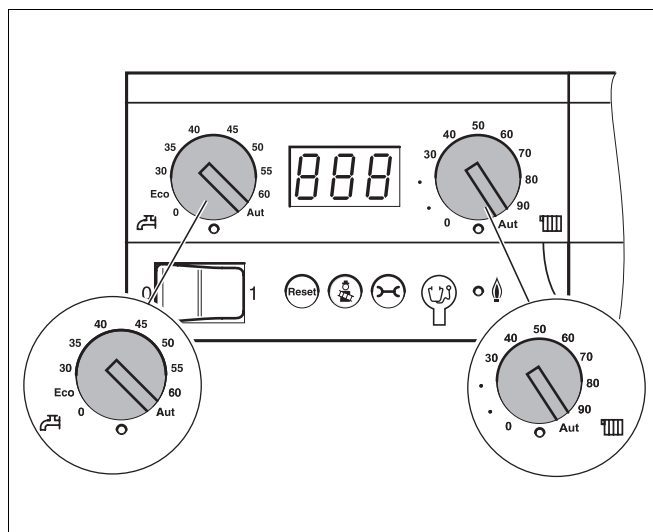

Fig. 4 Dispositivo di controllo base Logamatic BC10
- Ruotare le due manopole (fig. 4) del dispositivo di controllo base Logamatic BC10 su "Aut." (esercizio automatico). In questa posizione, il controllo viene effettuato dall'unità di servizio RC30.